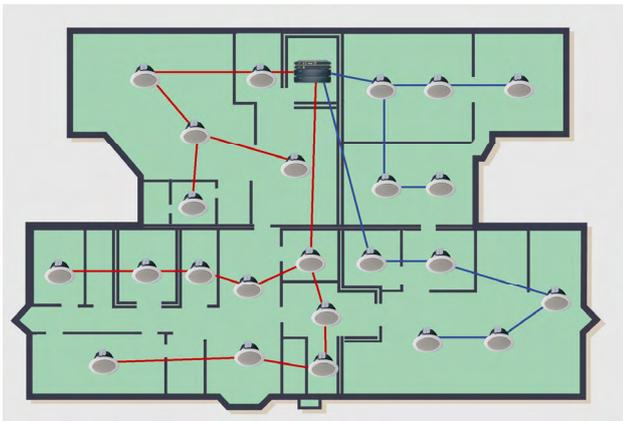

Рисунок 37 - Пример В: Переход на мультилинейную схему.
- Дополнительная гибкость в организации аудиотрансляции в зоне (отсеке). При этом линии оповещения могут быть программно объединены в логические группы в любых сочетаниях (см. *Рисунок 37*)